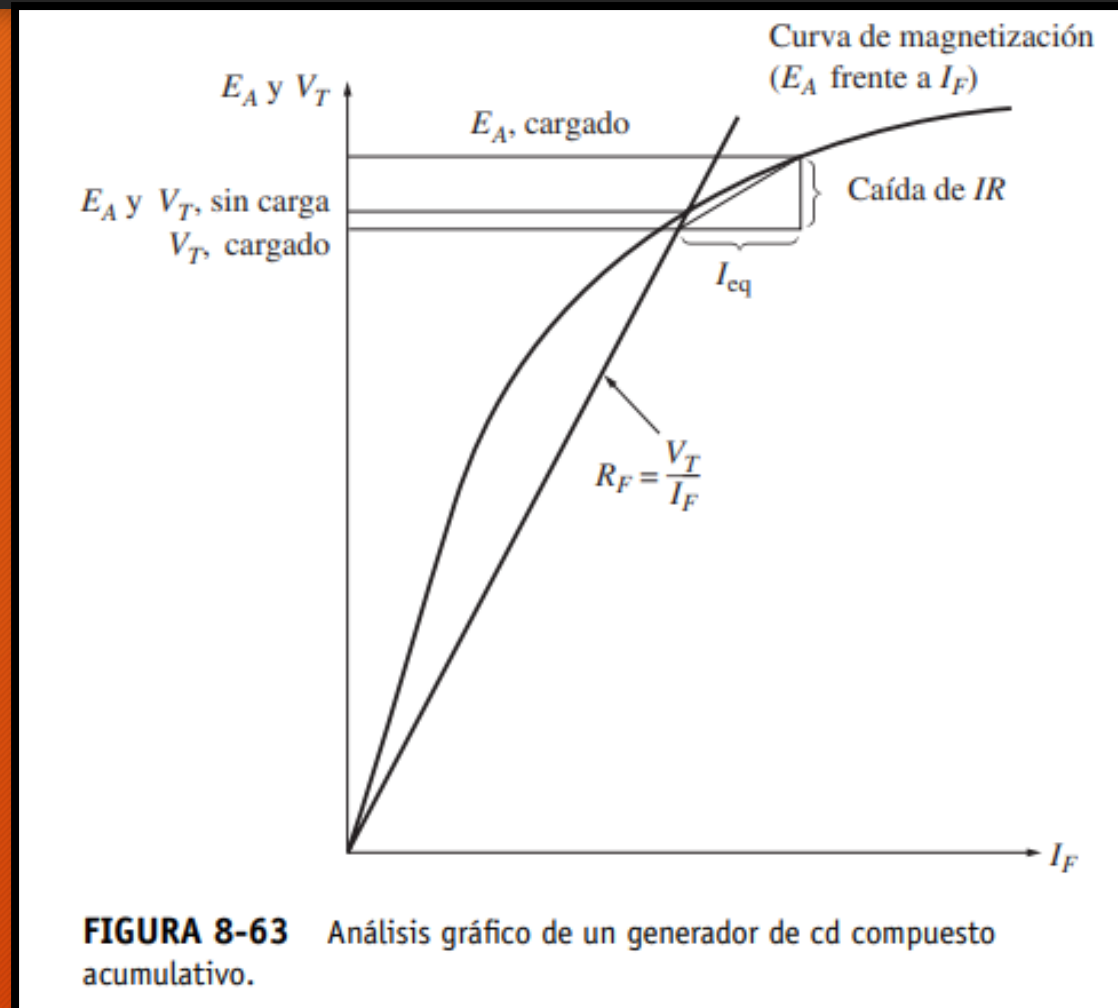

FIGURA 8-63 Análisis gráfico de un generador de cd compuesto acumulativo.
- En la figura 8-63 se ilustra esta idea. El voltaje en las terminales en condiciones de vacío será el punto en el que se intersecan la línea del resistor y la curva de magnetización, igual que antes. Conforme se añade carga al generador, aumenta la fuerza magnetomotriz de campo en serie, lo cual incrementa la corriente de campo en derivación equivalente I_{eq} y la caída de voltaje resistiva $I_A(R_A + R_S)$ en la máquina.